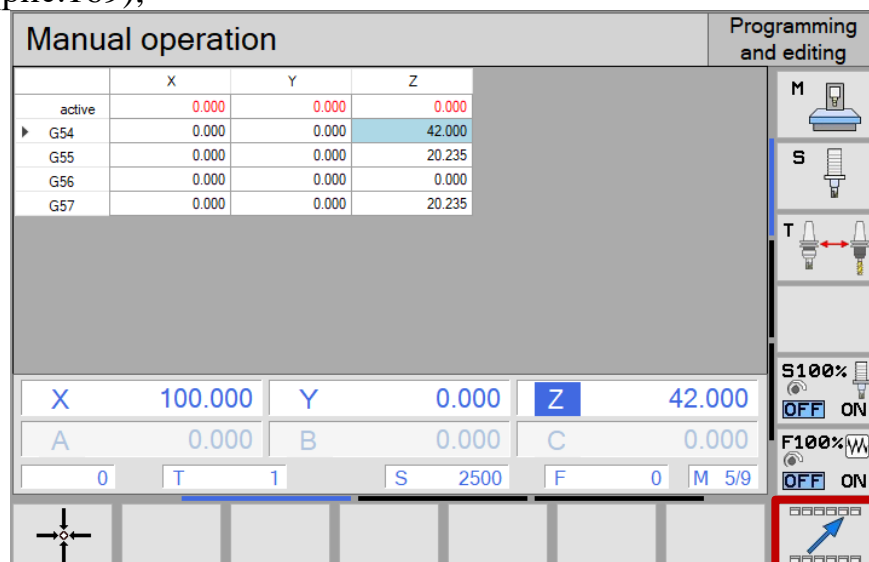

Рис.169. Кнопка возврата в предыдущее меню
8. На экране пульта управления нажать кнопку возврата в предыдущее меню (рис.169);